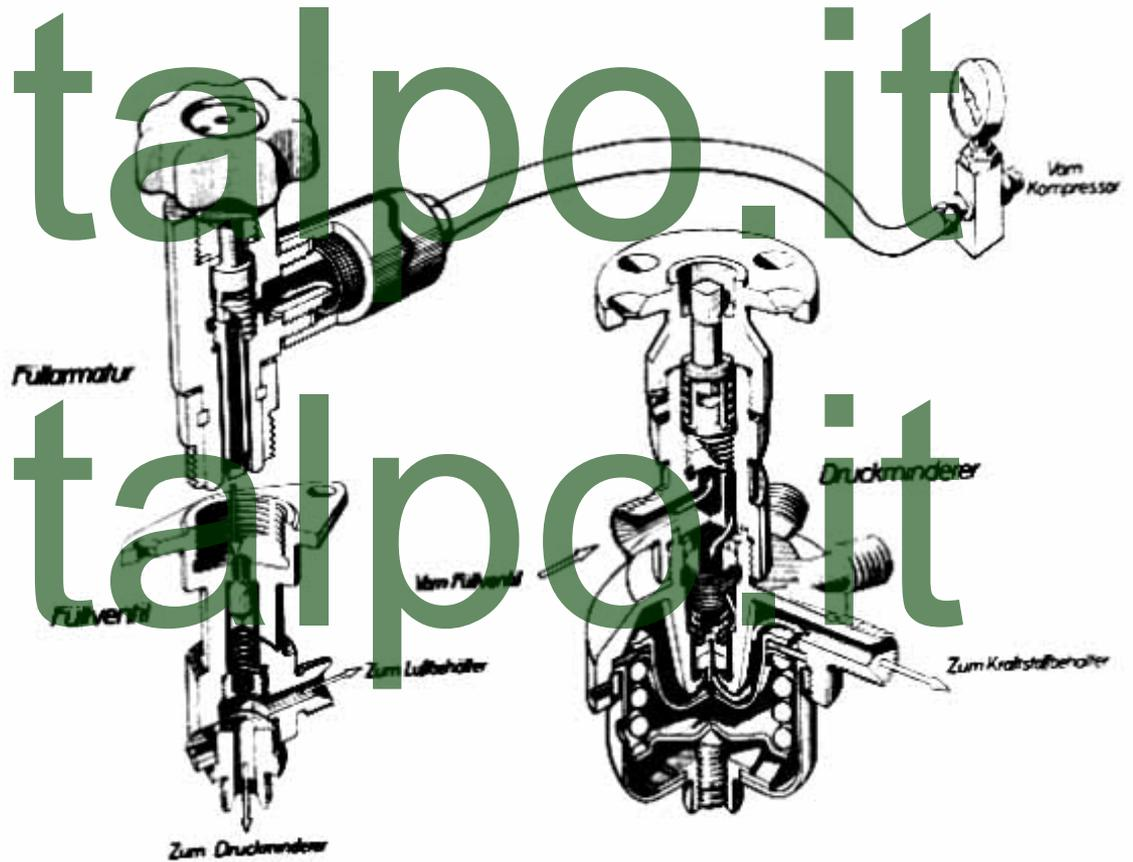

Abb. 5: Geräte für Druckluftversorgung
Zur Unterdrucksetzung des Kraftstoffbehälters wird Druckluft benötigt, die den beiden Bordluftbehältern entnommen wird. Diese werden vor dem Start mit insgesamt 150 Liter Druckluft von 160 atü gefüllt. Während des Fluges entspannt sich die Luft in diesen Behältern, da mit ihr der Kraftstoffbehälter gefüllt wird und als zweiter Verbraucher noch die Kurssteuerung vorhanden ist. Die Aufgabe, während der Entspannung des Luftbehälterdruckes von 160 auf etwa 20 atü, den Kraftstoffbehälter- und Steuerungsdruck auf  $6,0 \pm 0,5$  atü konstant zu halten, übernimmt der Druckminderer (siehe Abbildung 5). Die Leitung vom Luftbehälter führt über das Füllventil zum Hochdruckanschluß des Druckminderers. Bei Öffnung des Hochdruck-Absperrventils durchströmt die Luft den Druckminderer und verläßt ihn auf der Niederdruckseite mit 6 atü. Vor dem Kraftstoffbehälter befindet sich noch ein Rückschlagventil, welches verhindern soll, daß bei vollgetanktem Behälter auf dem Transport und bei Schräglage auf dem Geschütz Kraftstoff in den Druckminderer zurückfließt, von wo aus er in die Steuerungsgeräte gelangen und Funktionsstörungen verursachen könnte.
- Der Aufschlagschalter: vor Einbau ist die Schutzkappe des Membrankopfes zu entfernen (Abb. 5).